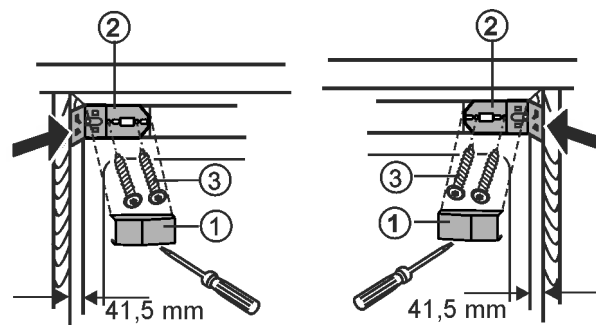
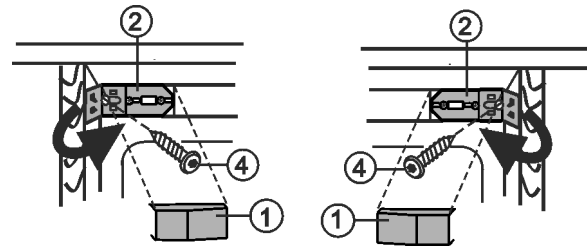

Fig. 11
Fig. 16
- ▶ Retire la cubierta Fig. 11 (1) en la parte superior derecha e izquierda.
- ▶ Atornille ligeramente la escuadra de fijación Fig. 11 (2) a derecha e izquierda con los tornillos Fig. 11 (3).
- ▶ Atornille el aparato con el tornillo Fig. 16 (4) en la pared lateral del mueble a derecha e izquierda. Apriete el tornillo Fig. 11 (3).
- ▶ Pliegue y encaje las piezas laterales de las 2 escuadras de fijación Fig. 16 (2).
- ▶ Vuelva a encajar la cubierta Fig. 16 (1).